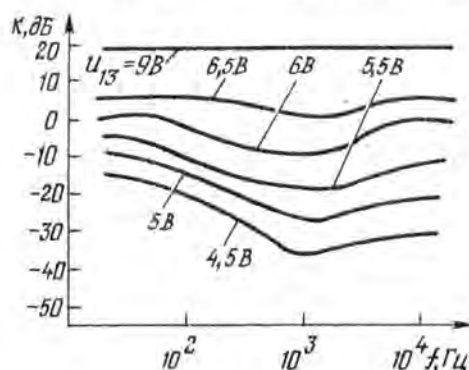

Рис. 16
- амплитудно-частотных характеристик коэффициента передачи регулятора громкости от управляющего напряжения на выводе 13 в положении 2 переключателя S1 (рис. 16);